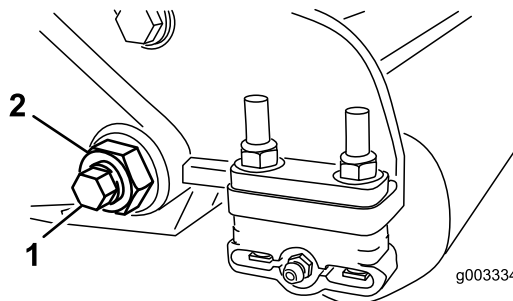

图 24
3. 在机器的另一侧松开固定底刀架螺栓 图 24 的锁紧螺母。
4. 拆下两个底刀架螺栓向下拉动底刀架并从滚刀组上拆下来 图 24。